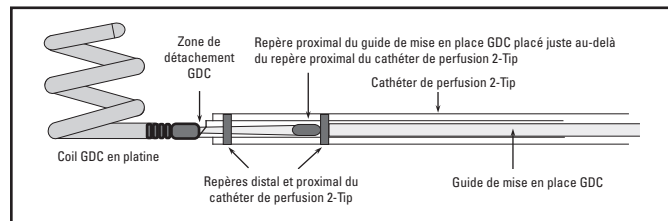

Figure 4. Alignement optimal des repères radio-opaques
- Continuer à faire avancer le coil détachable GDC 360° jusqu'à ce que le repère radio-opaque proximal du guide de mise en place soit exactement en position distale par rapport au repère proximal du cathéter de perfusion 2-Tip (voir Figure 4 ci-après). Resserrer le joint torique de la VHR pour empêcher tout déplacement du guide de mise en place et commencer le détachement selon les instructions ci-après.
- f. Vérifier de nouveau sous radioscopie que le repère proximal du guide de mise en place est exactement en position distale par rapport au repère proximal du cathéter de perfusion 2-Tip (voir Figure 4). (La position a pu changer lors du branchement des câbles de raccordement du coil détachable.)